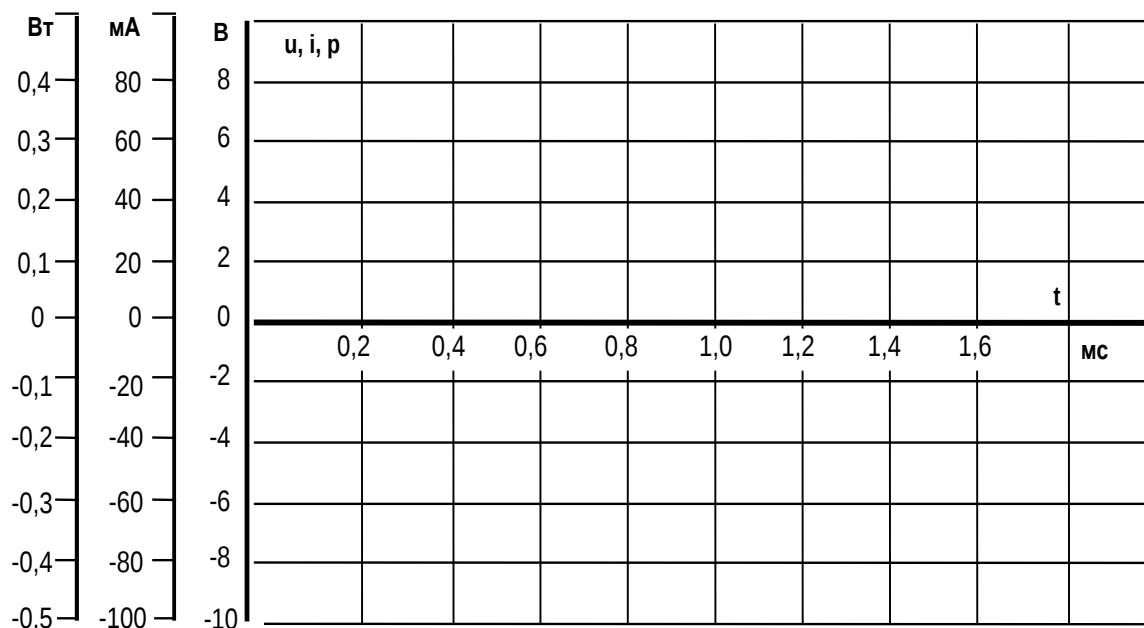

Рисунок 2.6 – Пример оформления сетки координат для построения графиков напряжения, тока и мощности
- Перенести осциллограммы напряжения и тока на бумагу (рисунок 2.6).
- Определить мгновенные значения напряжения и тока для моментов времени, указанных в таблице 2.2, и затем построить кривую мощности на графике (рисунок 2.6).